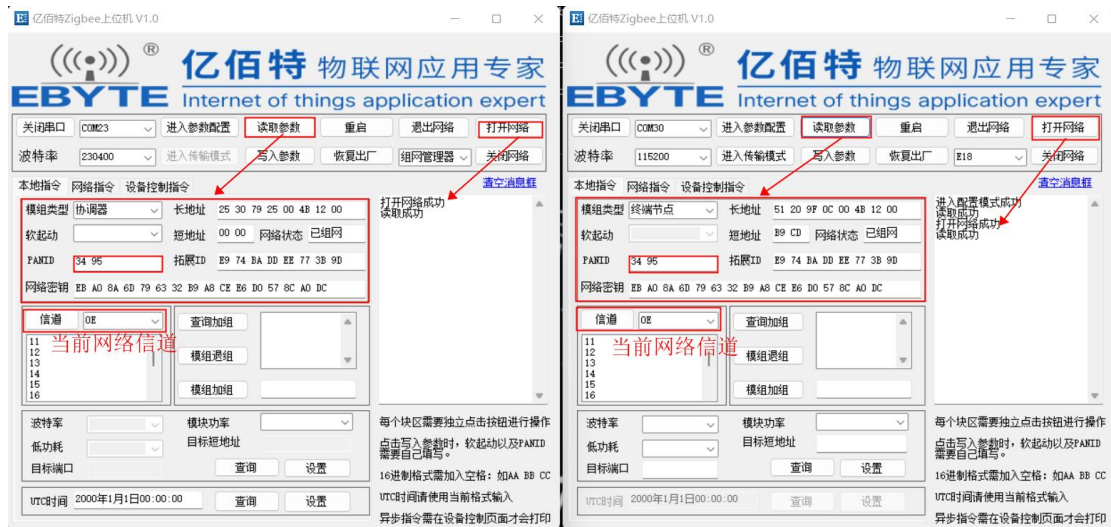

图 1-3
- 9、打开网络 (协调器开始组建网络、终端开始查询加入网络), 执行完成后, 上位机提示打开网络成功, 具体上位机配置方法见图 1-3;
10、执行“读取参数”(也可通过发送串口命令“55 03 00 00 00”查询模块当前状态命令, 可查询模块当前网络状态、PANID、短地址、MAC 地址、扩展 ID、网络密钥), 操作结果如下图 1-3, 网络组建成功, 同一网络下, PANID、网络密钥一致。